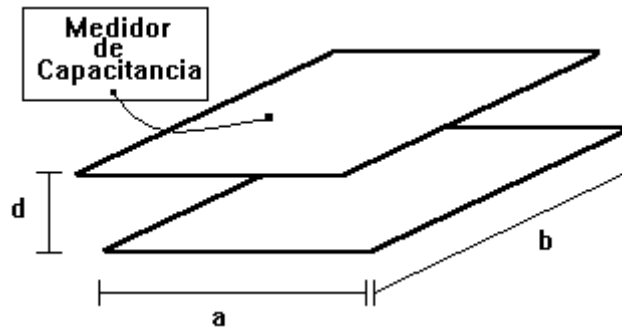

Figura 1
2.- Formar un capacitor de placas planas con dieléctrico de aire como se muestra en la figura 1. Mida experimentalmente la capacitancia del dispositivo.